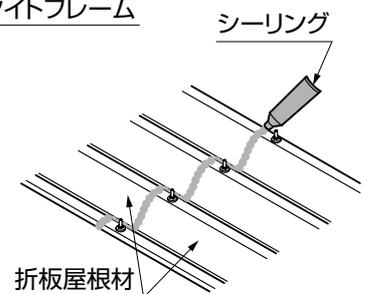

図16-12
- ③ 折板屋根材の重ね合わせ部に止水パッキン折板用を貼付けてください。(図16-12参照)
- 折板屋根材の重ねり位置にシーリングを行なってください。(図16-12参照)